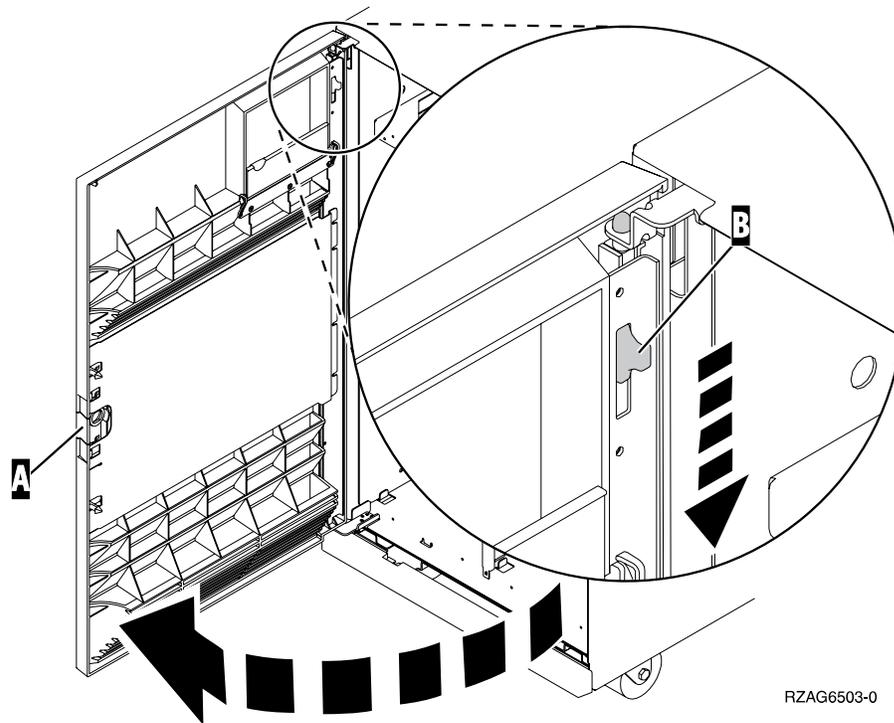

Figure 42. Ouverture du panneau avant
- \_\_\_ 7. Ouvrez le panneau avant à l'aide du loquet **A**, comme illustré à la figure 42 à la page 62.